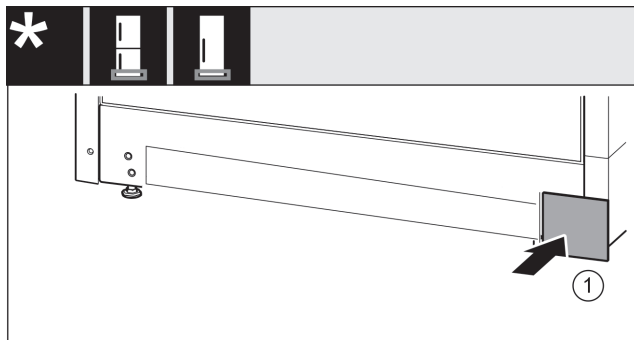

Fig. 19
► Vuelva a colocar la cubierta en el otro lado. Fig. 19 (1)